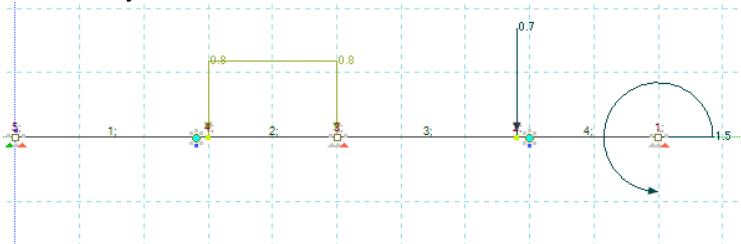

Рис. 55. Изображение расчетной схемы многопролетной балки на экране
18. Приведите в отчете расчетную схему балки с номерами узлов и элементов (рис. 55). Обратите внимание, что элементы нумеруются слева направо, а узлы справа налево. Номера узлов иногда плохо видны, так как расположены строго над узлами и могут быть скрыты нагрузками, приложенными к этим узлам.